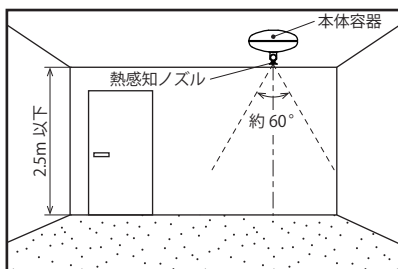
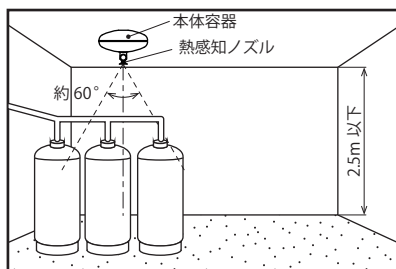

図 1
図 2
① 一般居室（図 1）やボイラー室（図 2）等に設置する場合